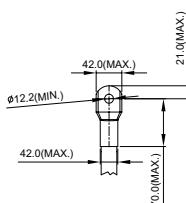

Рисунок 3
5. На рис. 3 и Рис. 4 дана спецификация термоусадочной трубы в соответствие с UL (600C, YDPU2).